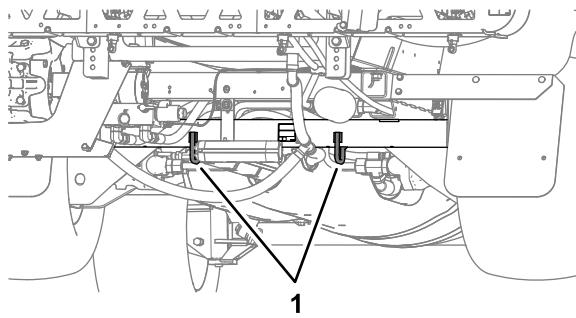
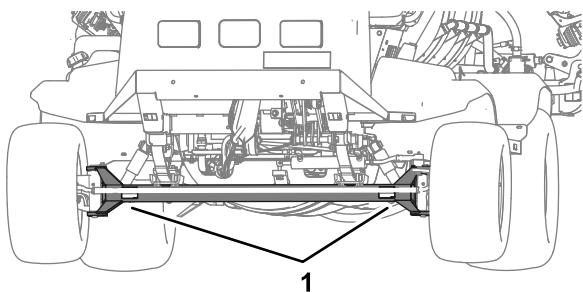

Figura 93
Figura 92
- Amarre la máquina firmemente al vehículo de transporte; la Figura 92 y la Figura 93 ilustran los puntos de amarre de la máquina.